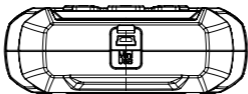

図 2.1.3
8. ミニ USB ポート：このポートは、診断またはバッテリーテストレポートを転送するために PC に接続するものです。（図 2.1.3 を参照）